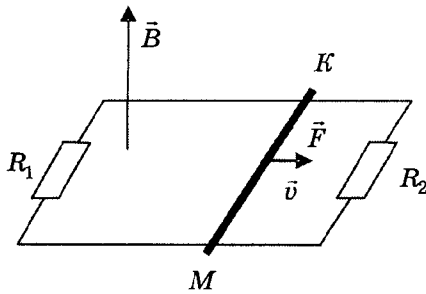

Рисунок 5
**Задача 2.** Два параллельных горизонтально расположенных металлических рельса замкнуты на резисторы сопротивлениями  $R_1$  и  $R_2$ . По рельсам равномерно скользит металлический стержень МК. Система находится в вертикальном однородном магнитном поле индукцией  $\vec{B}$  (рис. 5). Определите токи в резисторах, если известно, что скорость стержня  $v$  и к нему приложена сила  $\vec{F}$ , как показано на рисунке. Сопротивлением рельсов и стержня пренебречь, трение не учитывать.